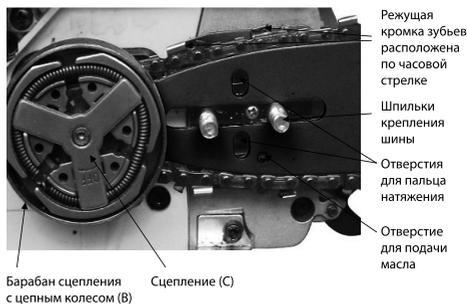

Рис.4
4. Установите шину на шпильки как показано на Рис.4.
5. Поместите цепь на зубья цепного колеса (B), расположенного позади сцепления (C). Удостоверьтесь в правильном положении цепи на звездочке (рис. 4).
Барабан сцепления (В рис.4) мгновенно блокируется и цепь останавливается.
2. Чистоту отверстия смазочного канала на шине (Рис.4) При необходимости почистить.